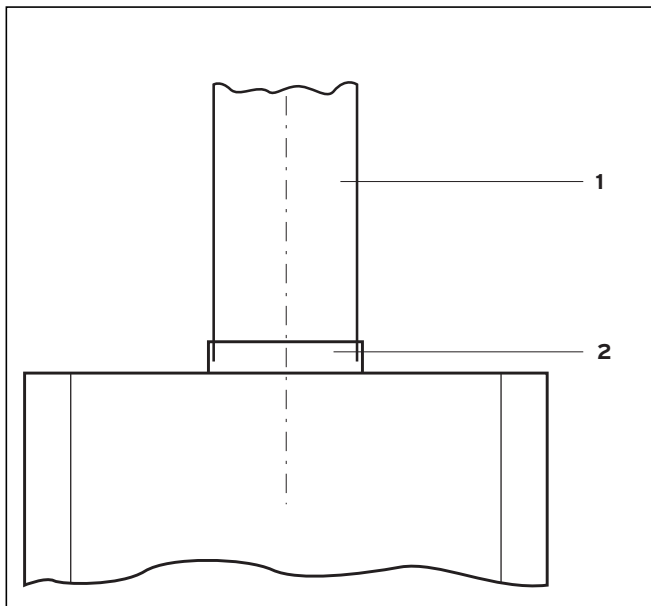

Fig. 5.1 Raccordement du conduit d'évacuation des produits de combustion
- Insérez le conduit d'évacuation des produits de combustion (1) dans son raccord (2) au niveau de la coupe tirage, voir fig. 5.1, Raccordement du conduit d'évacuation des produits de combustion.